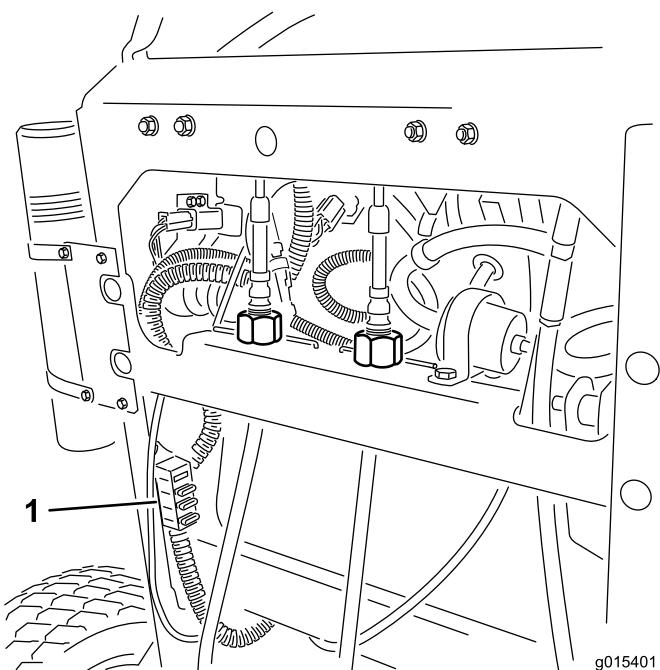

図 53
2. ヒューズを引き出して外し、あるいは交換する（図 53）。
注 図 53に示すような、正しいサイズのヒューズが正しいラインに取り付けられていることを確認してください。